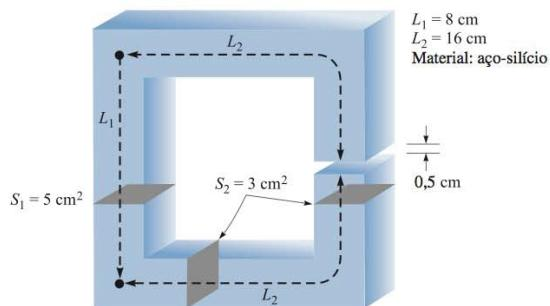
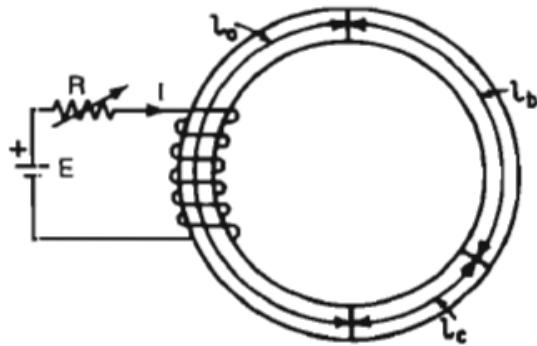
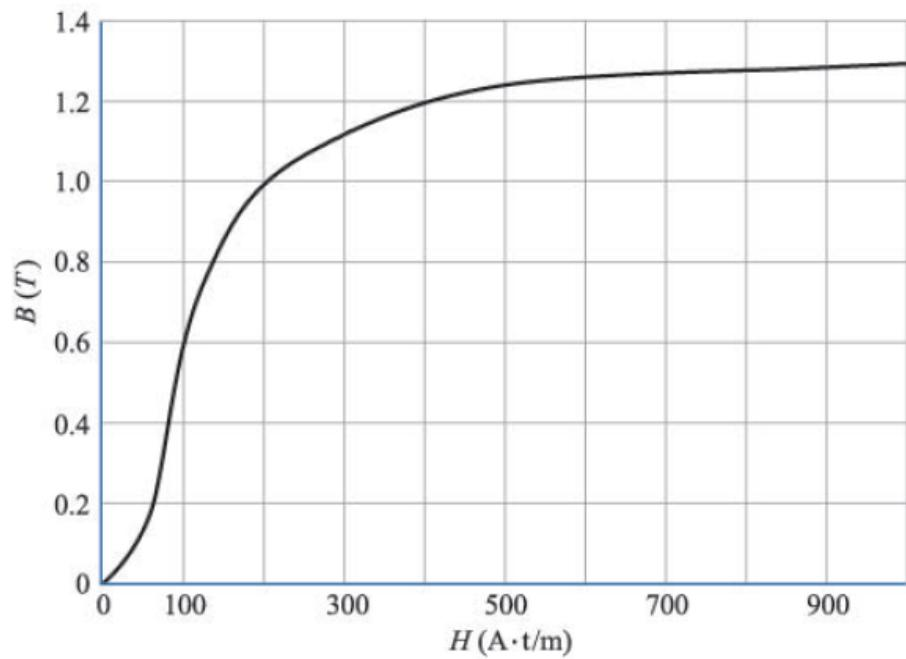

Figura 2
Figura 3
Figura 5. Curva de magnetização do aço-silício para o exercício 1
2. Considere o núcleo magnético da Figura 2 com $B = 0.6T$ no ponto médio da perna esquerda e determine: a) a força magnetomotriz no entreferro; b) a força magnetomotriz no núcleo de aço-silício; c) a corrente necessária na existência de uma bobina de 1300 espiras na perna esquerda. (Considere a curva de magnetização da Figura 5 para resolução do exercício)
3. Considere o toróide da Figura 3, composto por três materiais ferromagnéticos (*a*-ferro-níquel, *b*-aço silício médio, *c*-aço-fundido) e envolto por uma bobina de 100 espiras. Os materiais *a*, *b* e *c* apresentam respectivamente comprimentos de arco médio de 0.3m, 0.2m e 0.1m. A área da seção transversal é a mesma para os três e com valor de 0.001m^2 . Calcule a) a força magnetomotriz para gerar um fluxo magnético de $6 \times 10^{-4}\text{Wb}$; b) a corrente que deve circular pelo enrolamento; c) a permeabilidade magnética relativa e a relutância dos três materiais.(Considere as curvas de magnetização da Figura 5 para resolução do exercício).